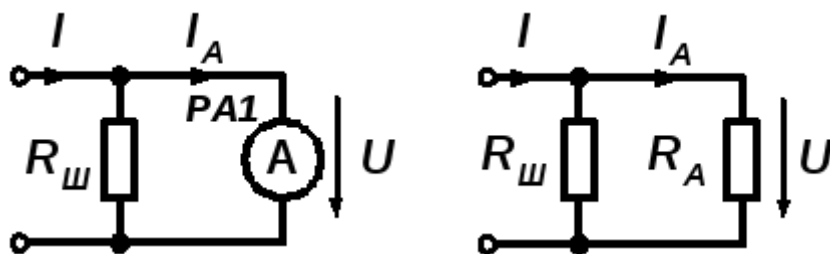

Рис. 2. Принципиальная схема расширения предела измерения амперметра с помощью шунта (а) и расчетная схема цепи (б).
Для расширения пределов измерения амперметра применяют шунты, шунты имеют очень малое сопротивление (десятые, сотые доли ома) и включаются параллельно обмотке амперметра (рис. 2).
2. Рассчитать сопротивления шунтов для значений тока 5 А; 10 А с целью расширения пределов измерения амперметра с заданным пределом шкалы $I_A=0,1\text{А}$ и сопротивлением $R_A = 1,2\text{Ом}$. Собрать схему согласно рис. 2, поочередно подключая выбранные шунты, фиксировать показания амперметра.